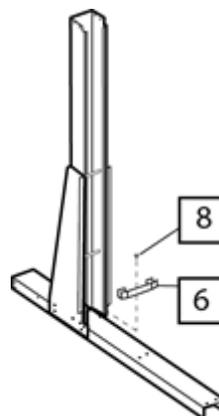

fig. 7
E) Une fois que vous avez bien serré tous les boulons (sans trop forcer), placez la pièce de connexion de profilés (6) à l'aide d'un seul boulon à vis (8), voir fig 7. On appelle **module** tous ces éléments unis.